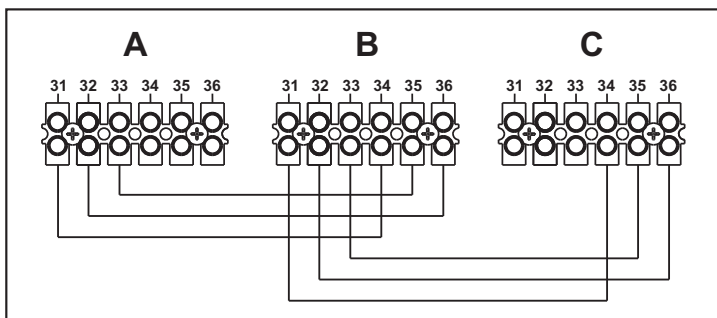

рис. 55 - Подключение по каскадной схеме
1. Соедините два модуля, как показано на рис. 55 (пример с 3 модулями)
В противном случае перекройте электрическое питание и проверьте кабельные соединения в рис. 55.